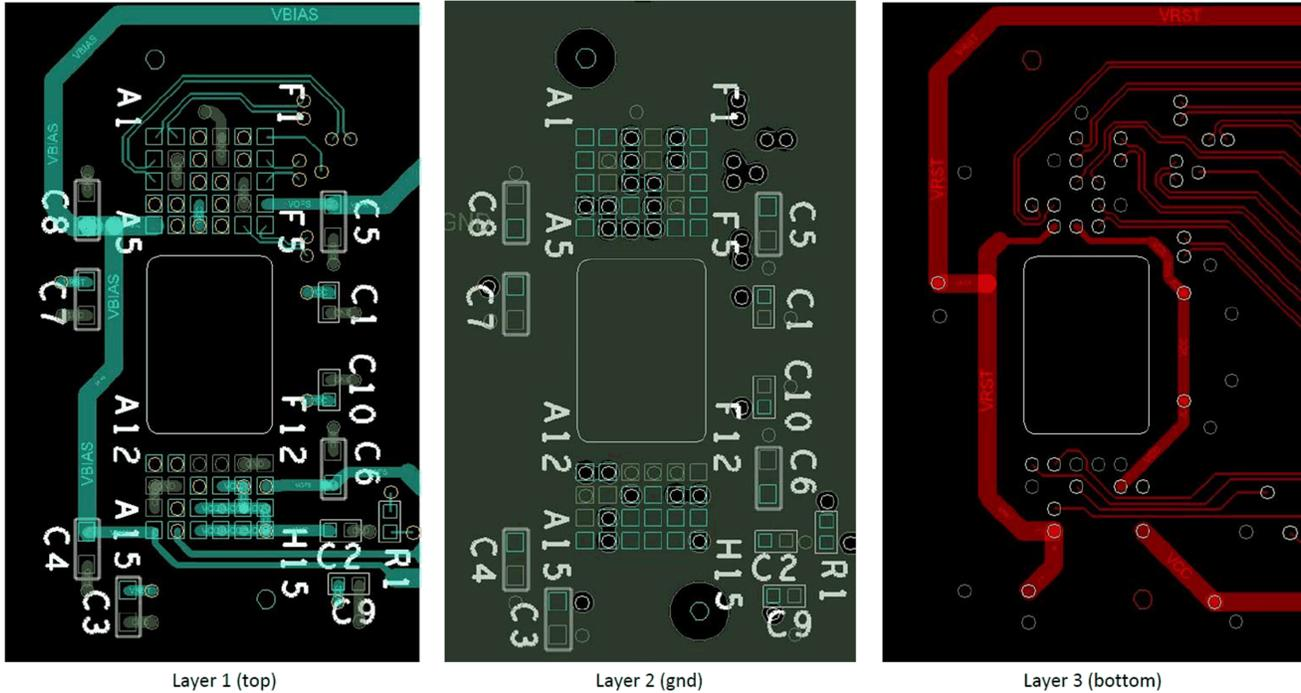

图 2-6. 电源连接
- 尽可能减少过孔、层变更和用于 HS 总线信号的转数。请参阅图 2-6。
- 最少两个 100nF (25V) 电容器 - V_{BIAS} 引脚附近各一个。图 2-6 中的电容器 C4 和 C8。
- 最少两个 100nF (25V) 电容器 - 每个 V_{RST} 引脚附近各一个。图 2-6 中的电容器 C3 和 C7。
- 最少两个 220nF (25V) 电容器 - 每个 V_{OFS} 引脚附近各一个。图 2-6 中的电容器 C5 和 C6。
- 最少四个 100nF (6.3V) 电容器 - DMD 的每端各两个图 2-6 中的电容器 C1、C2、C9 和 C10。